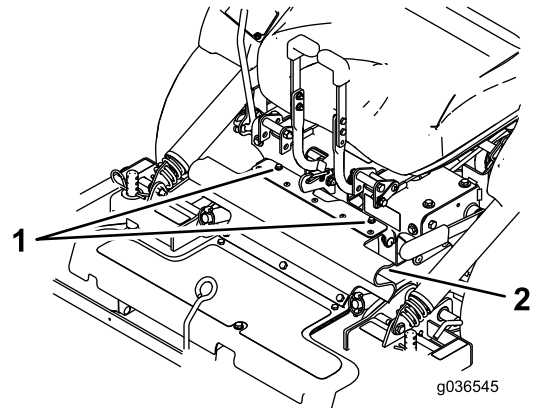

Figura 9
2. Allentate i bulloni applicati alla protezione in gomma (Figura 9).
- Montate la protezione in gomma con i bulloni (Figura 9).